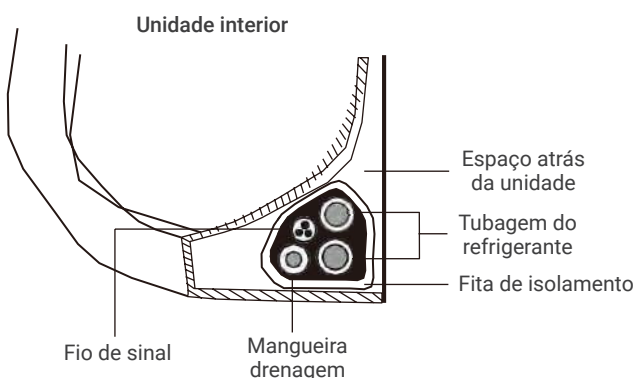

Fig 3.10
1. Junte a mangueira de drenagem, os tubos de refrigerante, e o cabo de sinal de acordo com a **Fig. 3.10**.
3. Utilizando fita isoladora, enrole muito bem o fio de sinal, os tubos de refrigerante, e a mangueira de drenagem juntos. Confirme se todos os itens estão juntos de acordo com a Fig. 3.10.